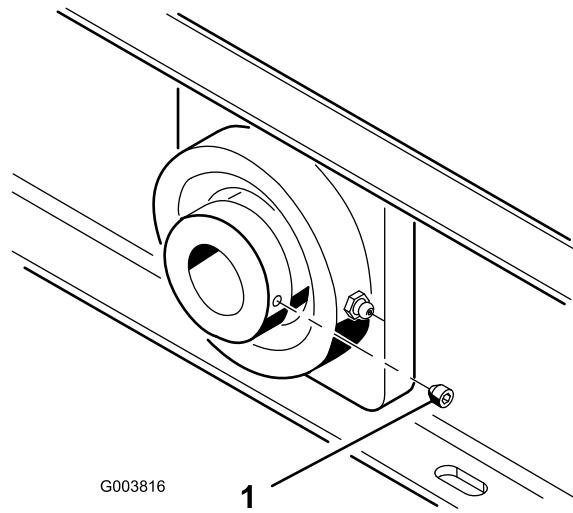

Рисунок 11
- Затяните установочные винты подшипников вала вентилятора (Рисунок 11) с моментом 6,6 – 9,3 Н•м.